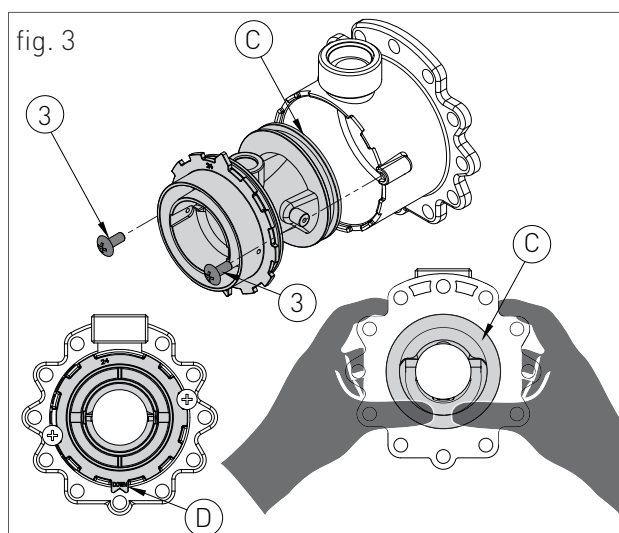

fig. 3
- › svitare le due viti '3' (fig.3) e fare pressione sul lato posteriore del corpo venturi 'C' (fig.3);
- › sostituire il corpo venturi con quello adatto al tipo di gas di rete (cod. 30-00124 per metano / cod. 30-00170 per GPL) e assicurarsi che l'orientamento del dente 'D' (fig.3) sia verso il basso sulla ghiera in alluminio (vedi fig.3);